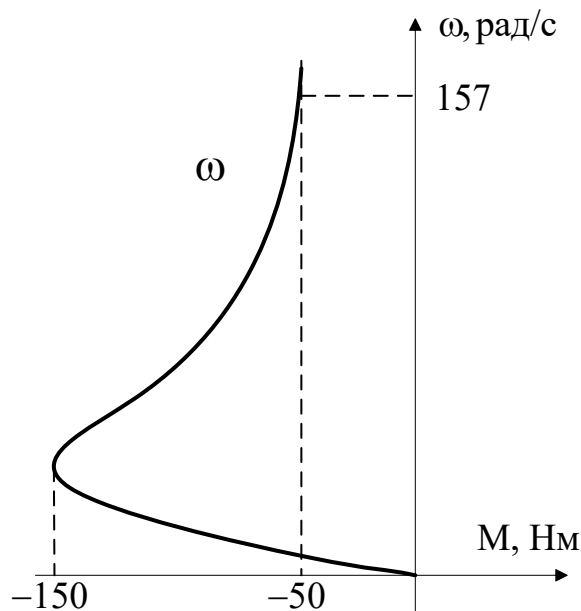

Рис. 5.4. Механическая характеристика АД
6. Оценить полные потери энергии при динамическом торможении вхолостую АД с короткозамкнутым ротором и сравнить с потерями в номинальном режиме за то же время, если  $J_\Sigma = 1$  кг·м2;  $M_K = 200$  Н·м;  $M_{II} = 120$  Н·м;  $M_H = 100$  Н·м;  $\omega_H = 150$  рад/с;  $R_1/R'_2 = 1$ ;  $\eta_H = 85\%$ , а механическая характеристика АД при динамическом торможении показана на рис. 5.4.